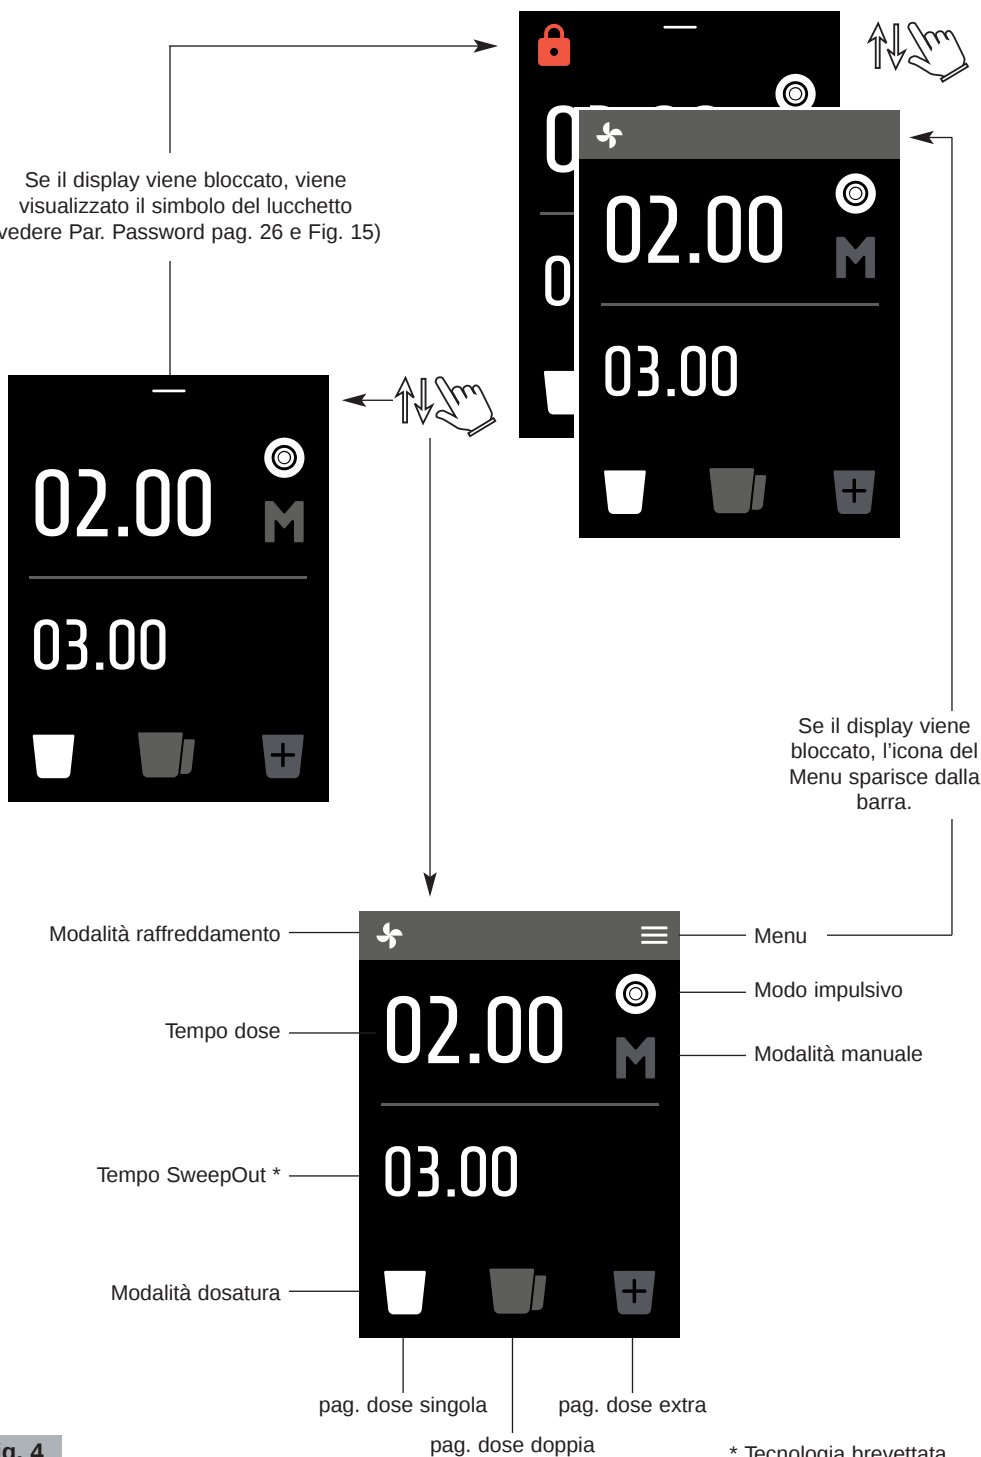

Fig. 4
Componenti principali (Fig. 1, Fig. 2, Fig. 3, Fig. 4)
| 7 | Pannello di controllo (Fig. 1 e Fig. 4) | 16 | Disco indicatore granulometria |
- 2** Portare l'interruttore ON-OFF (14 Fig. 2) sulla posizione "I". Si accende il pannello (7 Fig. 1) (vedere Fig. 4).